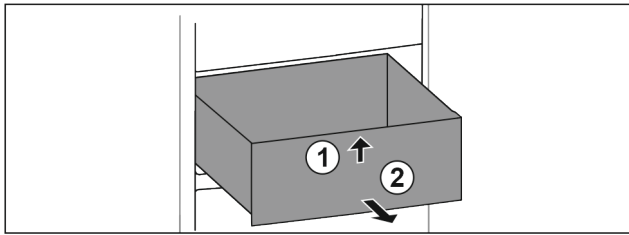

Fig. 134
- Schubfach vorne anheben. Fig. 134 (1)
- Schubfach nach vorne entnehmen. Fig. 134 (2)